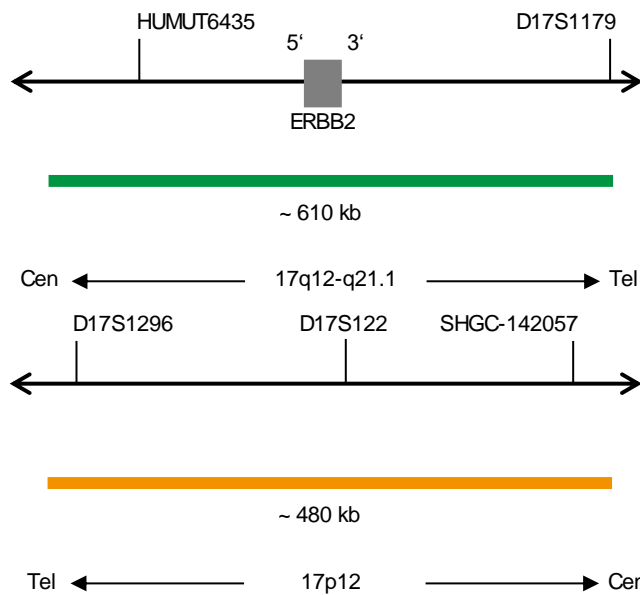

Abb. 1: Oben: SPEC ERBB2 Sondenlokalisierung; Unten: SPEC D17S122 Sondenlokalisierung (nicht maßstabsgetreu)
- ZyGreen (Anregung 503 nm/Emission 528 nm) markierten Polynukleotiden (~10 ng/μl), die gegen Sequenzen in 17q12-q21.1* (chr17:37,572,531-38,181,308) gerichtet sind, welche die ERBB2-Genregion enthalten (siehe Abb. 1).
- ZyOrange (Anregung 547 nm/Emission 572 nm) markierten Polynukleotiden (~4.5 ng/μl), die gegen Sequenzen in 17p12* (chr17:14,954,785-15,434,017) gerichtet sind, welche den D17S122-Locus enthalten (siehe Abb. 1).